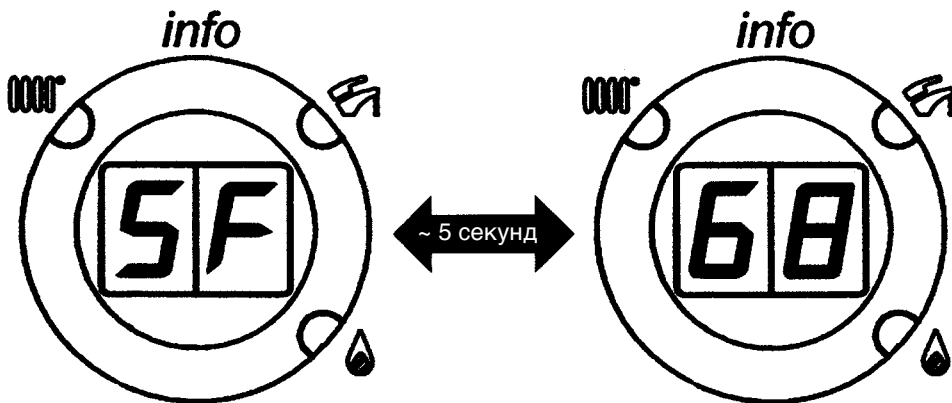

Рисунок 19
**ПРИМЕЧАНИЕ:** светодиоды 2 и 3 (рисунок 1) будут поочередно мигать, а на дисплее появится обозначение “SF” которое с 5-секундными интервалами будет чередоваться с величиной температуры воды, подаваемой в систему отопления (рисунок 19).
**Примечание:** при активированной функции "Трубочист" светодиоды 2 и 3 (рисунок 1) поочередно мигают, а на дисплее высвечивается обозначение "SF" которое с 5-секундными интервалами будет чередоваться с величиной температуры воды, подаваемой в систему отопления (рисунок 19).